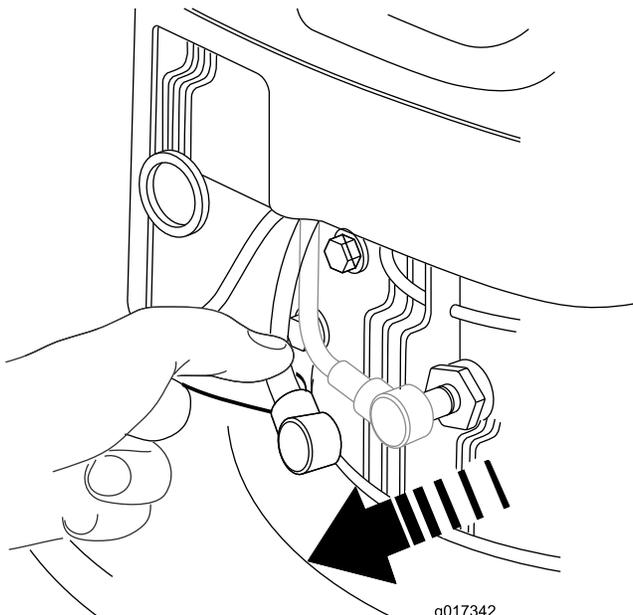

Рисунок 19
2. Отсоедините провод от свечи зажигания (Рисунок 19), прежде чем выполнять любые процедуры технического обслуживания.